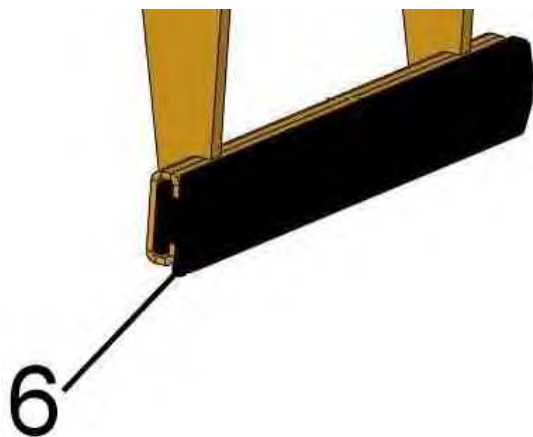
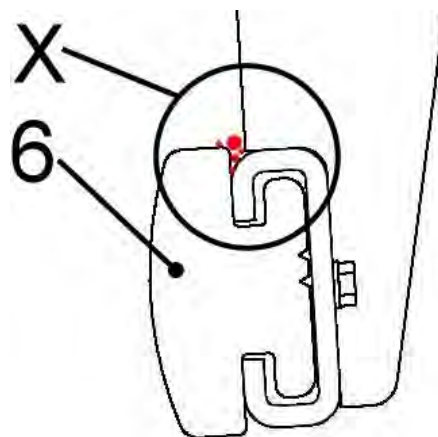

Bild 1
Bild 2
Regelbunden kontroll avseende **smuts** (t.ex. små stenpartiklar) i gummigripkäftarnas (6) övre område (se punkter bildutsnitt "X" i bild 2) → se bild 1/bild 2.